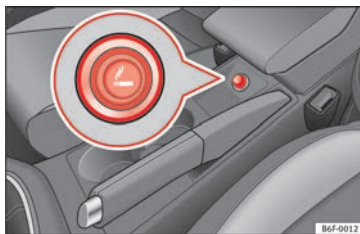

Fig. 161 Accendisigari.
- Premere il pulsante dell'accendisigari » **fig. 161** per attivarlo » ⚠.